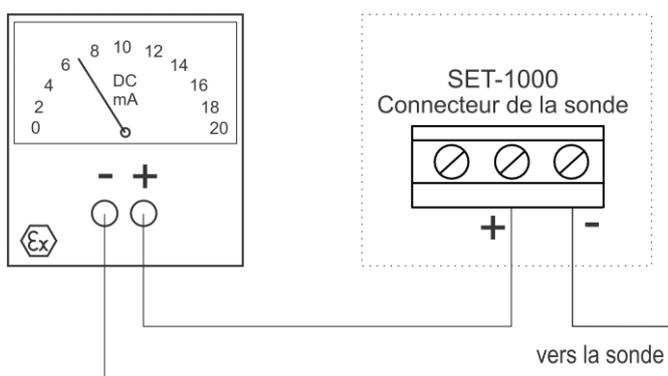

Figure 8. Mesure d'intensité de la sonde
- 3.3 Connectez l'ampèremètre comme dans la figure 8.